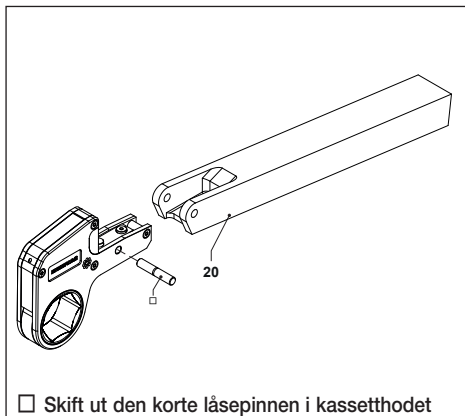

Fig. 6
3.4.1 Feste av WTE-serien forlenget reaksjonsarm (fig. 6)
- Monter kassetten i spalten i WTE reaksjonsarmen (20) og sett delene slik at hullene er på linje.